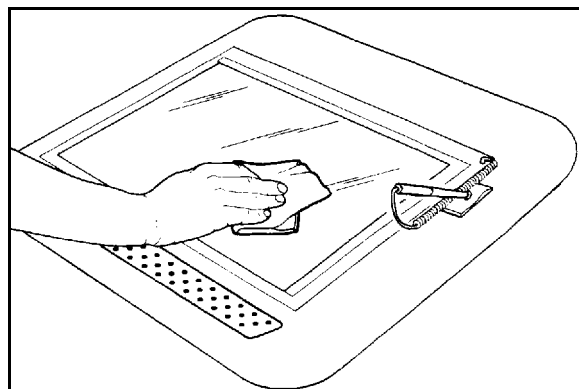

Figura 6: limpar a superfície superior do Revestimento plástico transparente
- 4 Limpe a superfície superior do Revestimento plástico transparente até que esteja limpa e seca, conforme ilustrado na Figura 6.